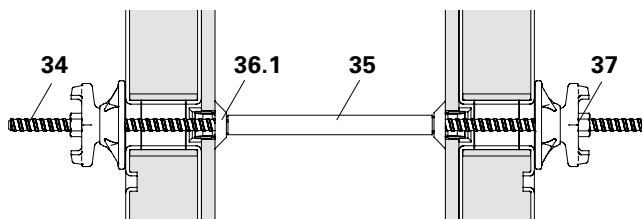

Fig. A6.08
- Tirante DW 15 (34)
- Tubo distanziatore DR 22 (35)
- Piastra orien. con alette DW 15 (37)
- (Fig. A6.08)